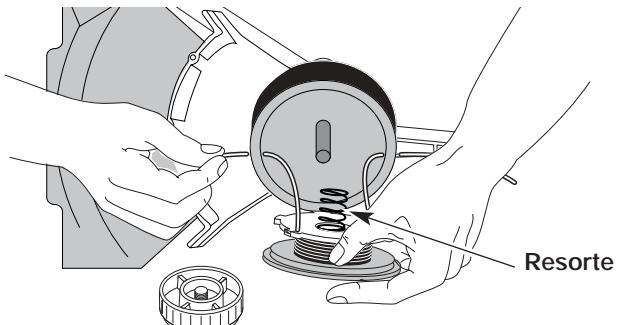

Figure 39
13. Inserte los extremos de la línea a través de los ojalillos de la bobina exterior y coloque el carrete interior con el resorte dentro de la bobina exterior (Fig. 39). Empuje el carrete interior y la bobina exterior entre sí. Mientras sostiene el carrete interior y la bobina exterior, tome los extremos y tire con firmeza para soltar la línea de las ranuras de fijación de la bobina.
5. Inserte los extremos de la línea en los ojalillos de la bobina exterior (Fig. 39).